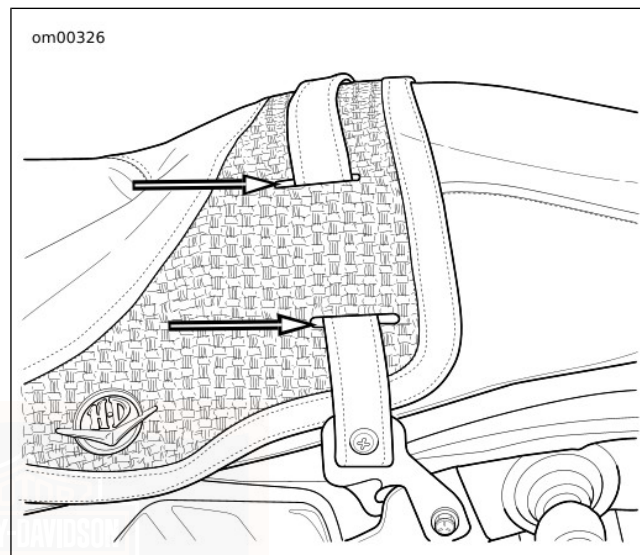

Figura 80. Fessure per la cinghia: FLHRC
5. Vedere Figura 80. Per estrarre la sella nei modelli FLHRC e FLTRU, tirare, con attenzione, la cinghia della sella del passeggero attraverso le fessure.
6. Vedere Figura 80. Sui modelli FLHRC e FLTRU, far passare con attenzione l'estremità libera della cinghia della sella del passeggero attraverso le fessure nella sella.